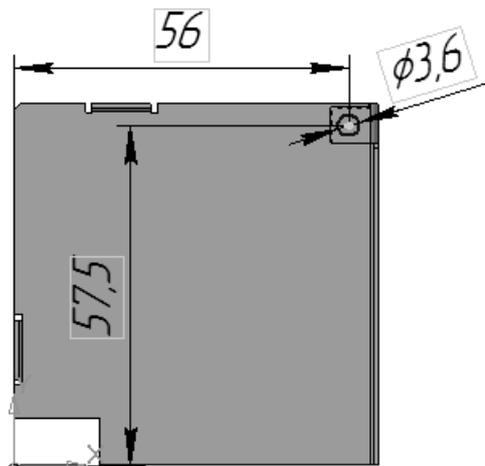

Рис. 10.26. Эскиз отверстия в сгибе №2
25. Выделите верхнюю грань сгиба №2 и постройте эскиз отверстия (рис. 10.26).